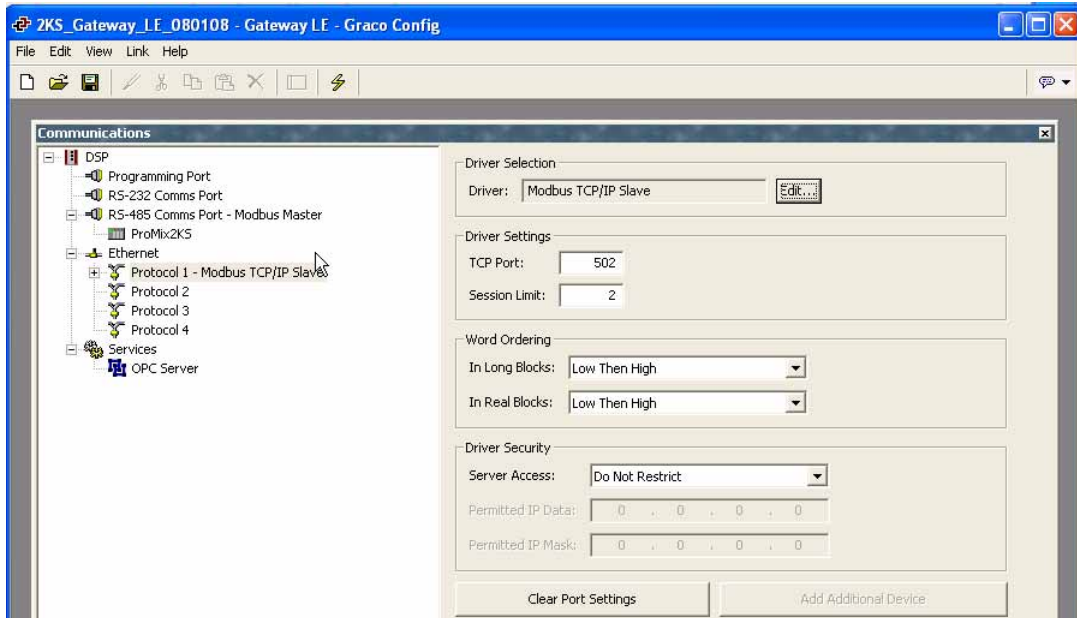

ABB. 18: Vorkonfigurierte Datenbank
1. Auf die Schaltfläche „Communications“ (Kommunikation) doppelklicken, um die vorkonfigurierte Datenbank (.gg2) zu öffnen. Die Datei ist bereits für das ProMix 2KS eingerichtet. Siehe ABB. 18.